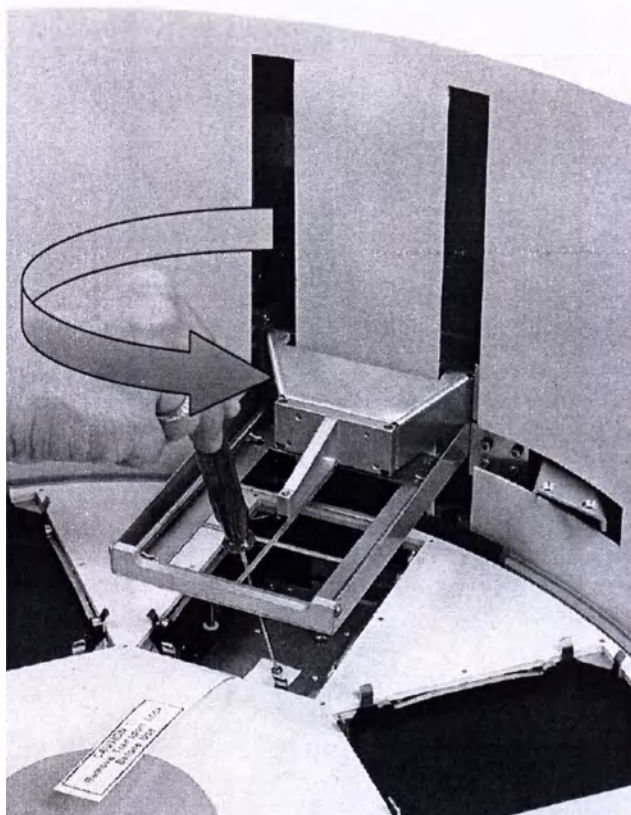
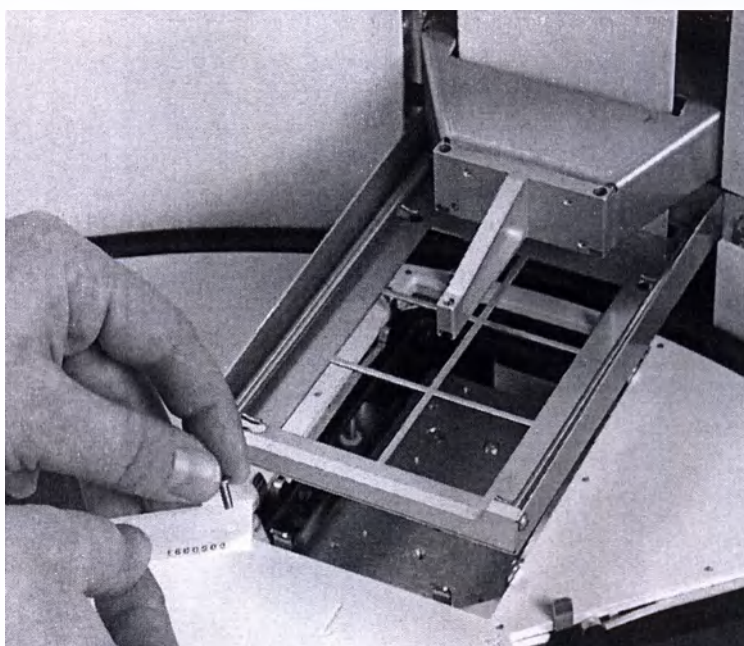

Рис. 5.5 Снятие транспортировочного фиксатора с нагревательного блока (А)
Рис. 5.6 Снятие транспортировочного фиксатора нагревательного блока
3. Транспортировочный фиксатор нагревательного блока снимается способом, показанным на рис. 5.5. Открутить винт транспортировочного фиксатора, поворачивая его против часовой стрелки (Рис. 5.5). Извлечь винт с ярлычком (Рис. 5.6).